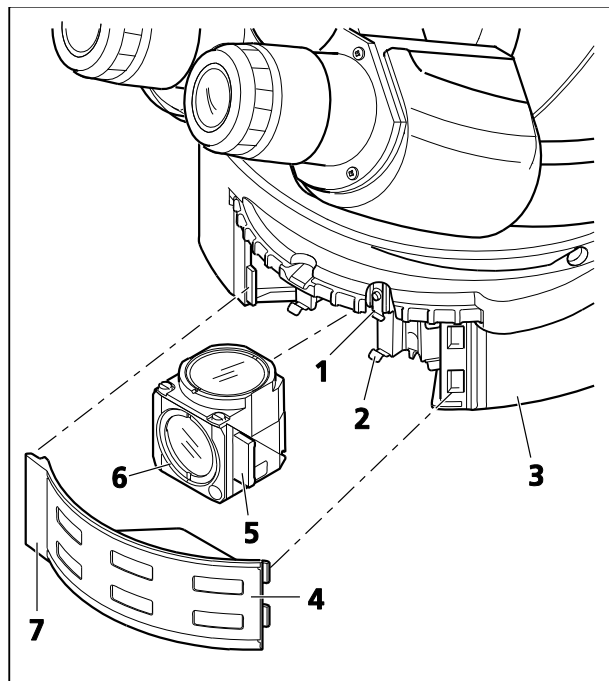

Fig. 19 Changement des modules réflecteurs P&C
- Replier le volet de protection (Fig. 19/4) vers la droite sur la tourelle porte-réflecteurs (Fig. 19/3) et le dégager à l'aide de la poignée (Fig. 19/7) sur la gauche.
- En le tenant par les poignées (Fig. 19/5) à droite et à gauche, insérer le module (Fig. 19/6) en oblique depuis le bas dans les clips à ressort supérieurs (Fig. 19/1) sur la tourelle porte-réflecteurs.
- Appuyer ensuite sur la partie inférieure du module jusqu'à ce qu'elle s'enclenche parfaitement dans les clips à ressort inférieurs (Fig. 19/2) de la tourelle porte-réflecteurs.